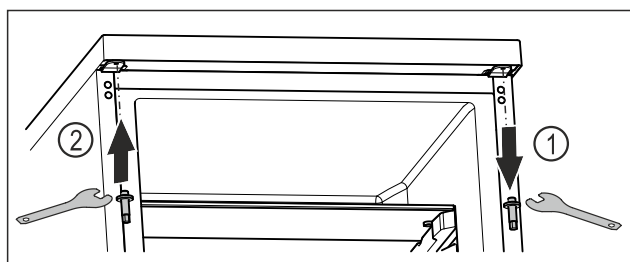

Fig. 22
- ▶ Svitare il perno superiore con una chiave esagonale. Fig. 22 (1)
- ▶ Avvitare il perno sul lato opposto con una chiave esagonale. Fig. 22 (2)